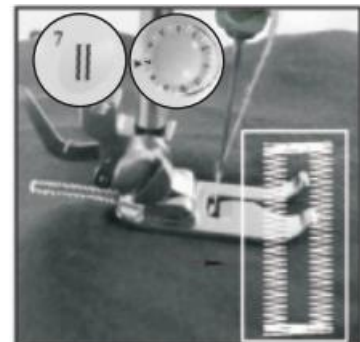

Fig.21
6. Wählen Sie erneut das Stichmuster Nr. 7, schalten Sie die Maschine ein und nähen Sie in einer geraden Linie, bis das Knopfloch fertig ist. (Bild 21)